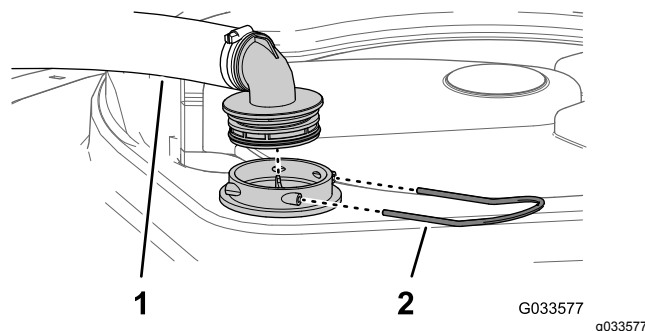

Figure 51
3. Retirez le flexible et le raccord du logement du filtre (Figure 51).
2. Au sommet de la cuve du pulvérisateur, retirez l'étrier de fixation qui fixe le raccord de flexible sur le grand flexible du logement du filtre (Figure 51).